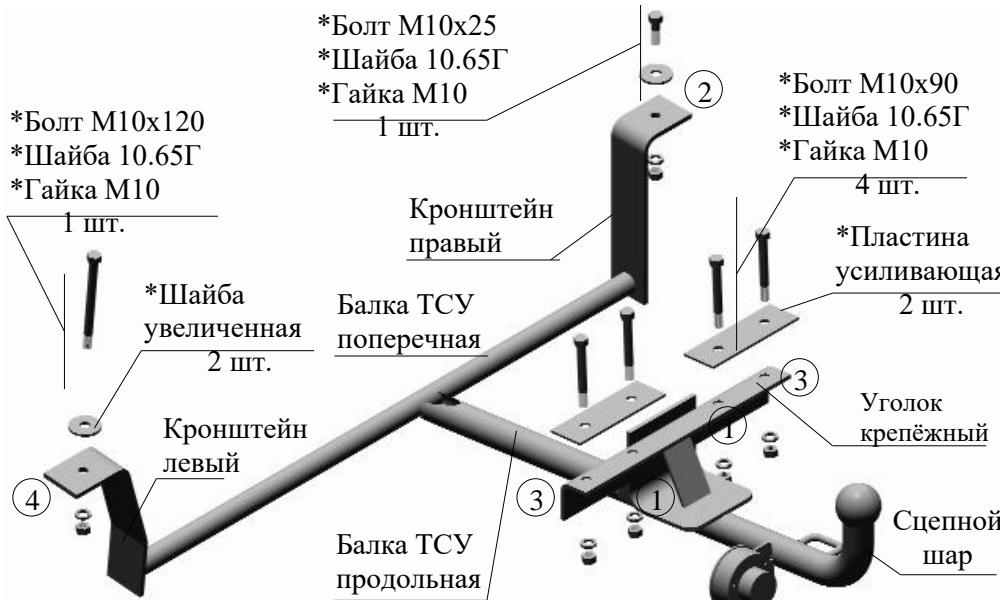

Рис.1 Тягово-сцепное устройство ТСУ 3110Н (ТСУ3110Кр)
2.1 ТСУ 3110Н (3110Кр) в сборе (рис.1)	1 шт.
2.2 Пакет с комплектующими (см. рис.1)	1 шт.
- 4.3 Наметить и просверлить в полу коробе а/м два отверстия (на Рис. 1 отмечены (1)) диаметром 10,5...11 мм, используя ТСУ, как кондуктор. Закрепить ТСУ двумя болтами M10x90, не затягивая крепеж.
- 4.4 Наметить и просверлить в полу багажного отделения отверстие (2) диаметром 10,5...11 мм, используя ТСУ, как кондуктор (см. Рис. 1). Закрепить ТСУ, не затягивая крепеж.
- 4.5 Наметить и просверлить два отверстия диаметром 10,5...11 мм в полу багажного отделения, используя ТСУ, как кондуктор (отверстия (3) на Рис. 1).
- 4.6 Наметить и просверлить напроход отверстие диаметром 10,5...11 мм в левом лонжероне автомобиля (отверстие (4) на Рис. 1). При сверлении отверстия со стороны пола багажного отделения необходимо использовать разметку.